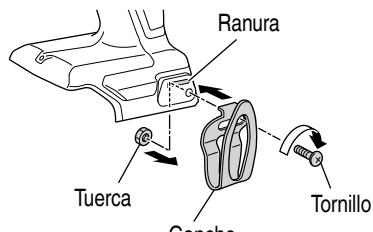

Fig. 11
- (1) Colocación del gancho y ajuste de los tornillos. Instale el gancho en la ranura de la herramienta de alimentación eléctrica de forma segura y apriete los tornillos de manera que el gancho quede firmemente sujetado. (Fig. 11)